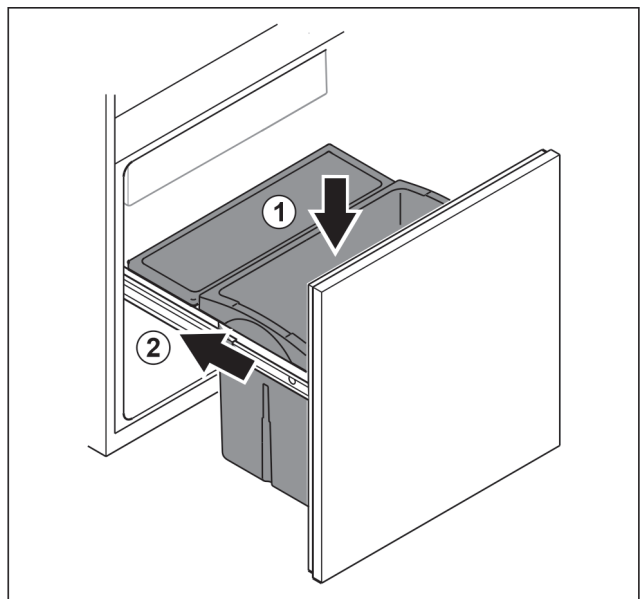

Fig. 154
- ▶ Вставьте выдвижной ящик сверху. Fig. 154 (1)
- ▶ Вставьте выдвижную тележку. Fig. 154 (2)